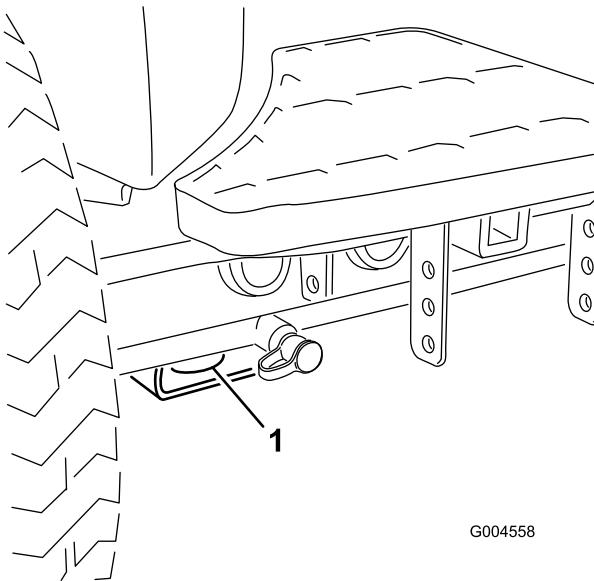

Figura 57
- Danteira – o orifício na pastilha retangular, por baixo do tubo do eixo, dentro de cada pneu dianteiro (Figura 57).